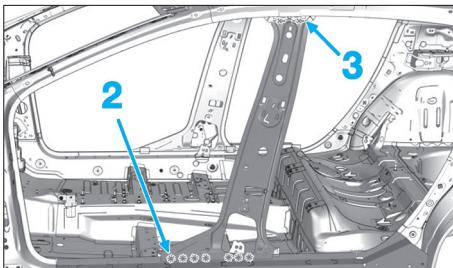

FIG. 80
- Fraisez les points de soudure (2) et (3) de la tôle de fermeture (Fig.80).